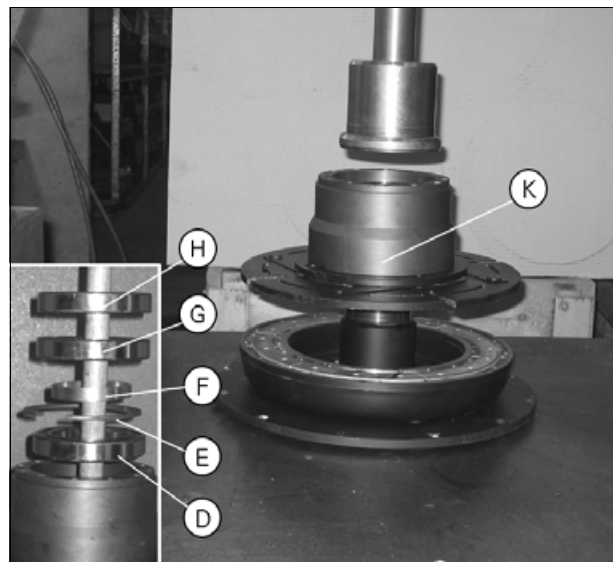

Рис. 23.
- Установите подшипник (D), стопорное кольцо (E), дистанционную втулку (F), подшипник (G) и подшипник (H) в порядке, указанном на рис. 23. Запрессуйте подшипники в корпус при помощи гидравлического пресса.
- Запрессуйте подшипниковый корпус (K) в ступицу муфты при помощи гидравлического пресса.